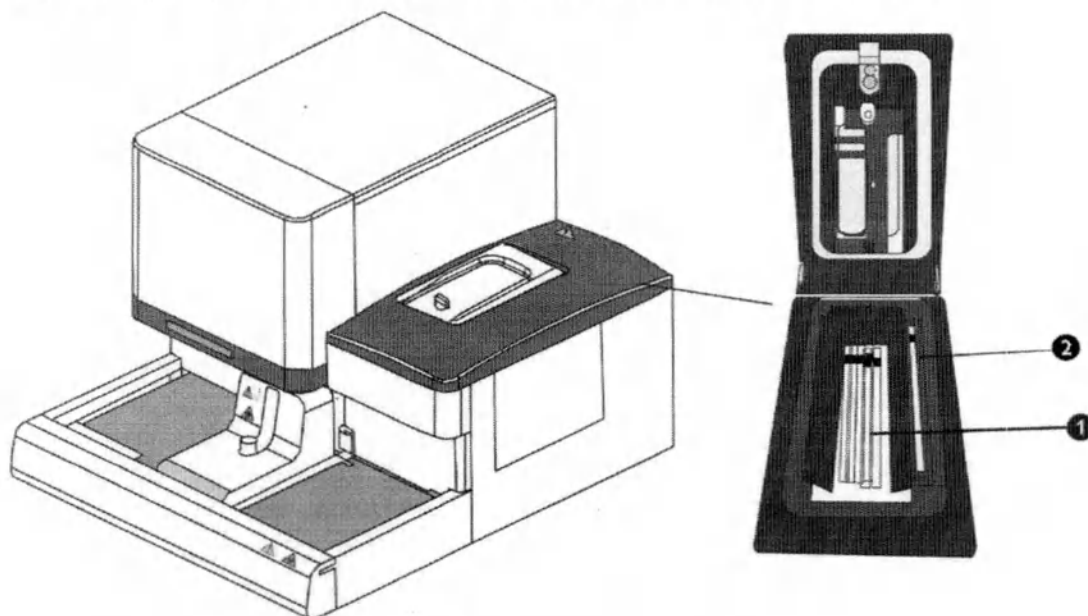

Рис.7-9 Размещение тест-полосок
2. Отберите требуемое количество полосок из картриджа с полосками и поместите их в устройство подачи полосок. При размещении полосок убедитесь, что конец полоски с черными квадратами направлен в сторону анализатора. (См. Рис. 7-9 Размещение тест-полосок, ①) Метка (②) на правой стороне устройство подачи полосок указывает направление размещения.